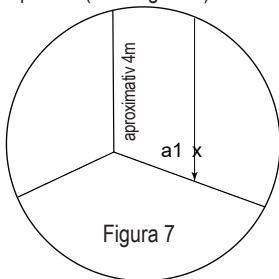

Figura 7
- 2) După ce firul cu plumb s-a stabilizat, marcați punctul **a1** pe perete, în spatele firului cu plumb, în apropierea conului de plumb. (vezi Figura 7).